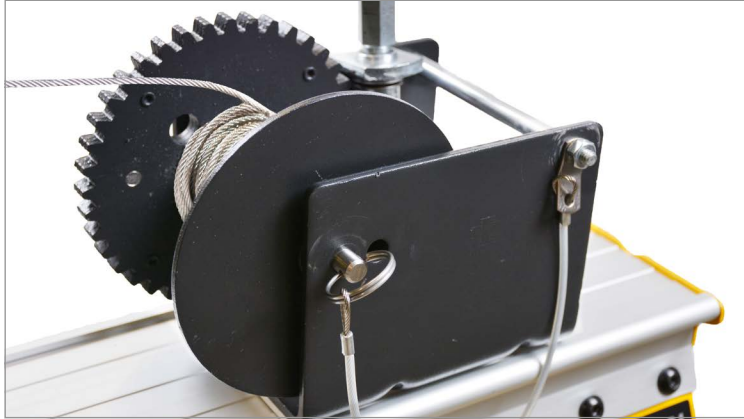

ABBILDUNG 44: Eine neue Trommel mittels Schnellspannstift installieren
- e. Montieren Sie die neue Trommel so am Hebesystem, dass das Kabel über die **Oberseite** hängt. Sichern Sie die Befestigung mit dem Schnellspannstift (Abbildung 44).